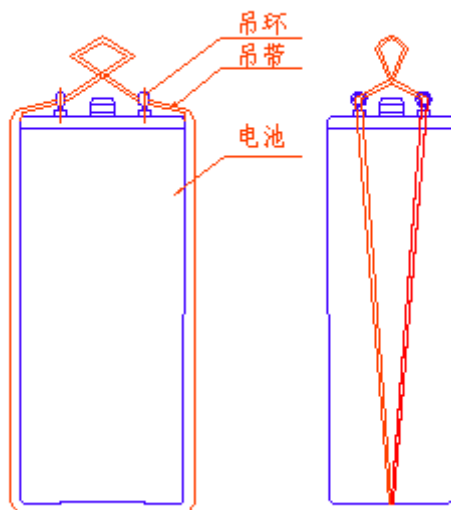

图 4 电池吊装示意图
- ◆ 蓄电池搬运时禁止直接施力于电池的 M8 螺纹孔来吊装电池，厂家提供的做法是用足够强度的吊带（非金属材料）托住电池的底面立正搬运。如图 4 所示。